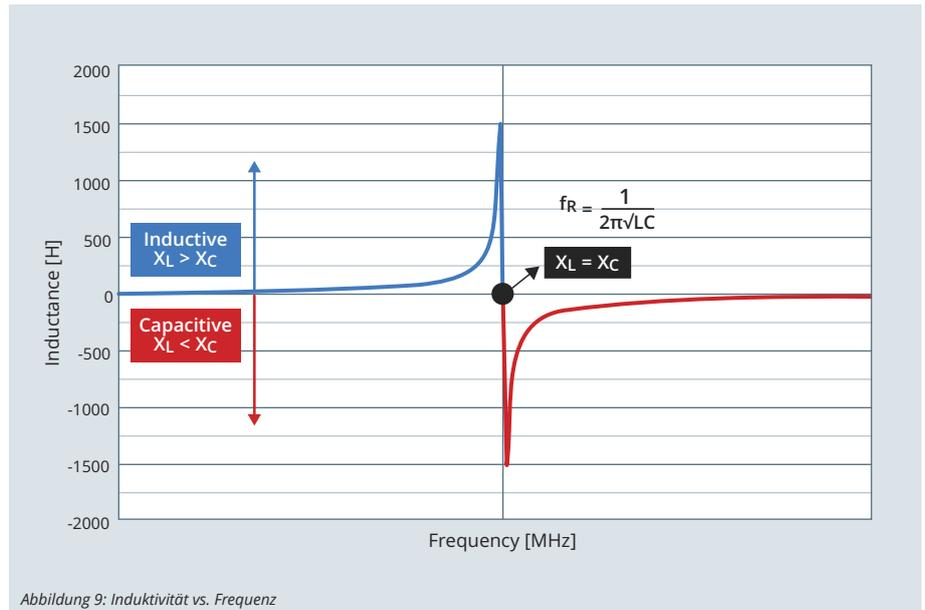

Abbildung 9: Induktivität vs. Frequenz
Die Eigenresonanzfrequenz (f_R) stellt die niedrigste Frequenz dar, bei der eine Speicherinduktivität mit der Eigenkapazität schwingt. Bei der Resonanzfrequenz erreicht die Impedanz ihren maximalen Spitzenwert, und die effektive Induktivität liegt bei Null. Abbildung 8 zeigt das Ersatzschaltbild einer Spule. Eine Spule besitzt (als blaue Kurve in Abbildung 9 dargestellt) bis zur Resonanzfrequenz (f_R) induktive Eigenschaften, da eine steigende Frequenz mit einer höheren Impedanz einhergeht. Bei der Resonanzfrequenz entspricht die negative kapazitive Reaktanz (X_C) der positiven induktiven Reaktanz (X_L). Ermittelt mithilfe der Gleichung (3):
Jenseits der Resonanzfrequenz (als rote Kurve in Abbildung 9 dargestellt) weist die Spule kapazitive Eigenschaften auf, die einer sinkenden Impedanz entsprechen. Nach diesem Punkt funktioniert das Bauteil nicht mehr wie erwartet. Abbil-